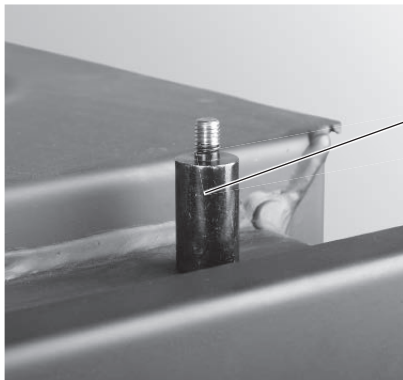

Fig. 49 Montare 2 fissaggi per condotto gas distillato a bassa temperatura
- ▶ Avvitare 2 fissaggi per il condotto del gas distillato a bassa temperatura alla caldaia sopra gli sportelli di riscaldamento come nelle Fig. 49, Fig. 50 .